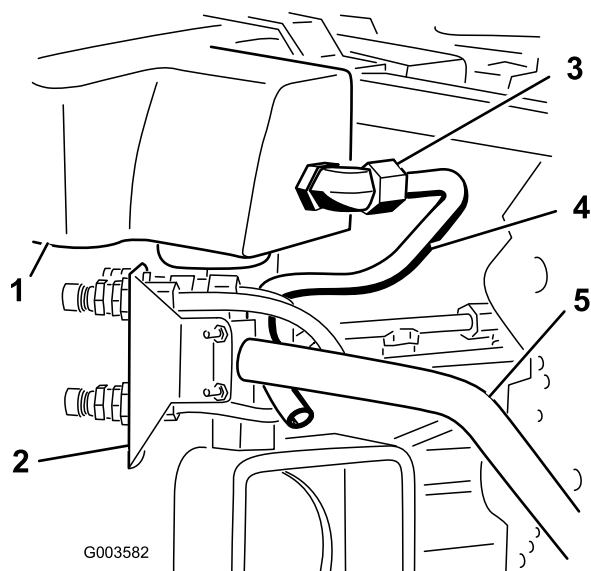
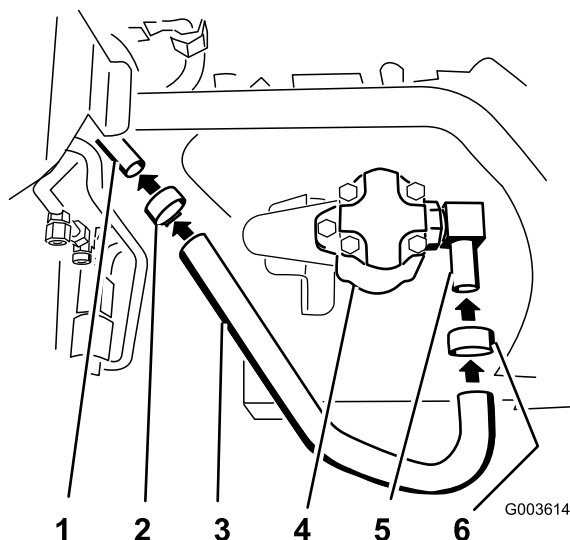
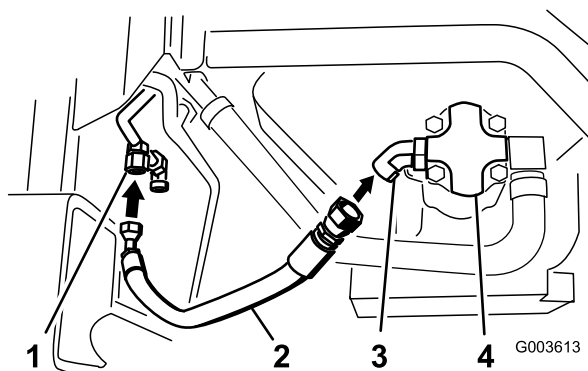
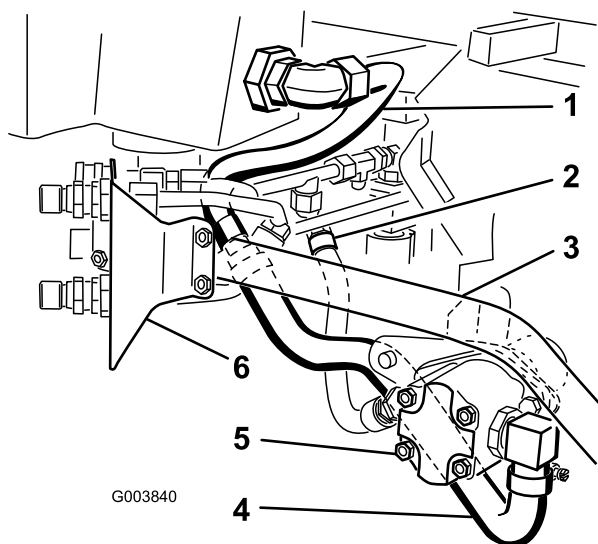

Figura 25
Figura 26
Figura 29
Figura 30
4. Posicione el tubo hidráulico N° 3 en la máquina según se muestra en Figura 25.
5. Conecte el tubo hidráulico N° 3 al codo grande de 90 grados conectado al filtro de malla y al depósito hidráulico (Figura 25 y Figura 30).
- Conecte la manguera hidráulica grande al codo de 90 grados conectado al lateral de la bomba hidráulica (Figura 26 y Figura 30).
3. Apriete una abrazadera alrededor de la manguera y del codo (Figura 26).
4. Conecte la manguera hidráulica grande al tubo hidráulico N° 3 (Figura 26).
5. Apriete la abrazadera alrededor de la manguera y del tubo hidráulico N° 3 (Figura 26).
8. Instale la manguera hidráulica con los acoplamiento en el codo de 45 grados que está conectado a la bomba hidráulica (Figura 29 y Figura 30). Estará debajo del cilindro hidráulico.
9. Consulte en Figura 30 la ubicación correcta de las mangueras y de los tubos hidráulicos que van a la bomba hidráulica.